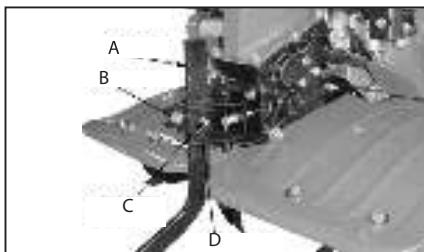

Рис. 4
- Установите палец и закрепите винтом и зашплинтуйте (Рис. 4).
- Открутите болт (B), извлеките шпллинт (D) и вытащите палец (C).
- Установите высоту сошника (A) в соответствии с требуемой глубиной обработки.